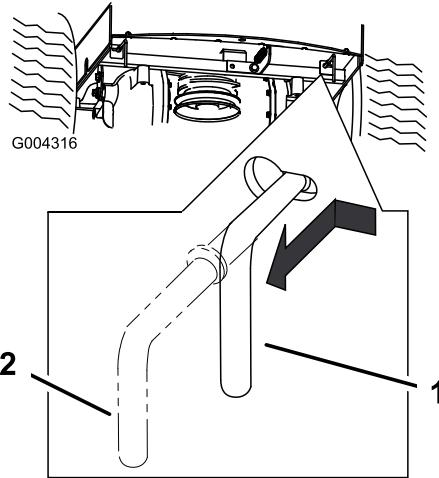

Figura 23
3. Spostate verso l'interno le due leve di bypass e premetele finché la rondella sull'asta non passa attraverso l'intaglio (Figura 23).
4. Premete le leve verso l'esterno per bloccarle Figura 23.
Spostate ogni leva di bypass verso l'interno, poi tiratela indietro fino in fondo all'intaglio (Figura 23). Premete le leve verso l'esterno per bloccarle.